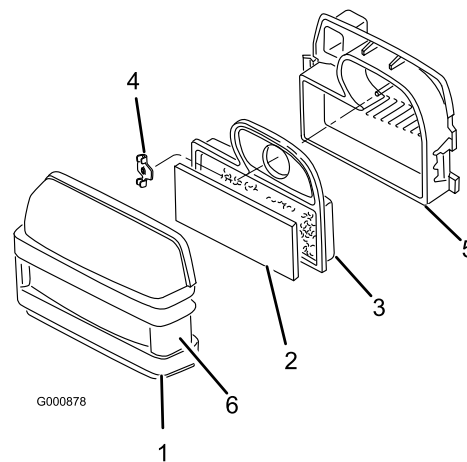

Figure 27
3. Nettoyez la surface autour du filtre à air pour éviter que des impuretés ne s'introduisent dans le moteur et l'endommagent. Dégagez les deux fixations latérales et déposez le couvercle du filtre à air (Figure 27).
4. Sortez délicatement l'élément en mousse de l'élément en papier (Figure 27).
5. Dévissez l'écrou à oreilles et retirez l'élément en papier (Figure 27).
- Glissez délicatement l'élément en mousse sur l'élément en papier (Figure 27).
- Posez l'ensemble filtre à air sur sa base et fixez-le avec l'écrou papillon (Figure 27).
- Remettez en place et verrouillez le couvercle du filtre à air (Figure 27).